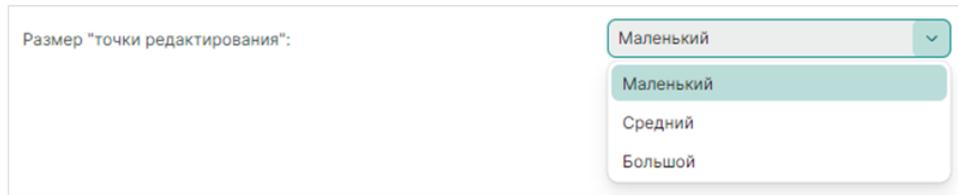

Рис. 79 Выбор размера для точек редактирования
- «Размер "точки редактирования"» – выбор размера для точек редактирования графических элементов, см. Рис. 79.